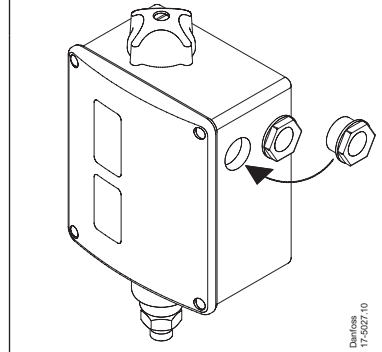

Fig. 3
A set of Pg13.5 cable gland is attached to the RT in a separate bag. To ensure IP66 (units with automatic reset) or IP54 (units with external reset) grade of RT enclosure it is necessary to assemble this gland as shown in the fig. 3. If this gland is not used with a cable, a metal blinding should be also assembled.
2. Set the thermostat for 70 °C by rotating the knob (5)
3. Set the differential adjusting nut (19) between figures 3 and 4, as indicated by the nomogram in fig. 4.
Et sæt Pg13,5 kabelforskruing er vedlagt produktet i en separat pose. For at sikre kapslingsgrad IP66 (enheder med automatisk reset) eller IP54 (enheder med ekstern DANSK RESET) er det nødvendigt at montere denne kabelforskruing som vist i fig. 3. Hvis denne kabelforskruing ikke bruges sammen med et kabel, bør der monteres en blindprop (metal skive).
Die Kabelverschraubungen PG13,5 sind in einem separaten Beutel verpackt. Zum Erreichen des IP66 Schutzgrades (Geräte mit automatischen Reset) oder IP54 (Geräte mit externen Reset) ist eine Montage dieser Verschraubung notwendig, (siehe Abb. 3.). Wenn diese Kabelverschraubung nicht benötigt wird ist ein Metall Blindstopfen zu verwenden.
Un ensemble presse étoupe Pg13.5 est joint au RT dans un sac séparé. Pour assurer l'indice IP66 du RT (pressostat avec réarmement automatique) ou IP54 (pressostat avec réarmement manuel), il faut assembler le presse étoupe comme indiqué sur la fig.3. Si le presse étoupe n'est pas utilisé avec un câble, il faut le boucher avec une pièce métallique.
En una bolsa separada, se incluye, junto con el RT, un conjunto de prensaestopas Pg13.5. Es necesario instalar el prensaestopas como se muestra en la fig. 3., para garantizar el grado de protección del RT, IP66 (unidades con rearme automático) o IP54 (unidades con rearme manual). Si no se utiliza el prensaestopas con un cable, debería montarse un cegamiento metálico.